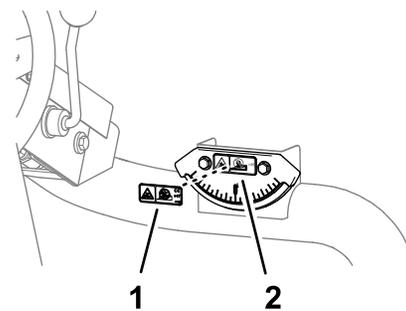

図 39
1. 傾斜計に貼ってある傾斜デカルをアルコールでいねいに拭いて乾燥させる図 39。
2. デカルの裏紙をはがして傾斜計に貼ってある既存のデカルの上から貼り付ける図 39。